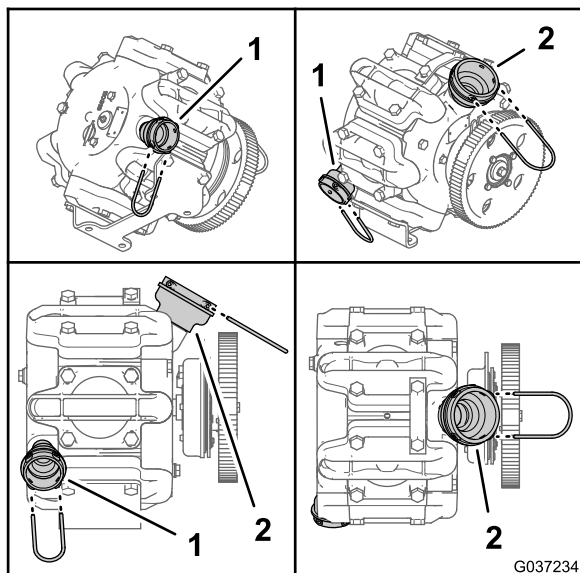
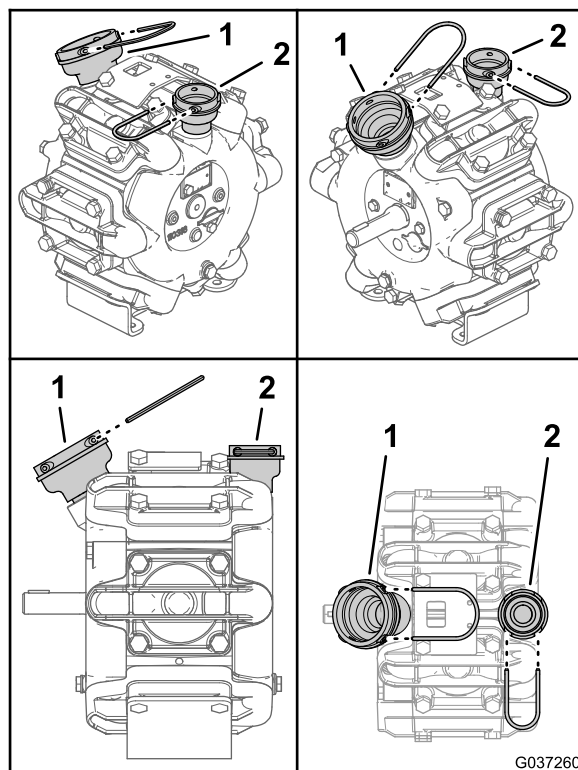

図 2
図 3
1. 機体からポンプを外した時に、圧力ポートフィッティングのリテーナとリテーナソケットの位置を記録しておく 図 2または図 3を参照。
2. 給液ポートのフィッティングのリテーナとリテーナソケットの位置を記録する 図 2または図 3を参照。
- ステップ 2.2 ポンプのフィッティングの位置を記録する (ページ 1) で古いポンプを外したときに記録した位置にリテーナソケットが来るまで、フィッティングを手締めする 図 2 または 図 3 を参照。
7. ステップ12 ポンプのフィッティングの位置を記録する (ページ 1) で古いポンプを外したときに記録した位置にリテーナソケットが来るまで、フィッティングを手締めする 図 2 または 図 3 を参照。